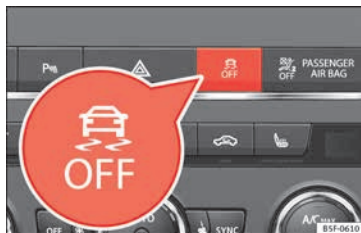

Fig. 190 Consola central: Tecla para conectar/desconectar el ESC y el ASR
- Pulsando la tecla  **» fig. 190** durante aproximadamente 1 segundo, se desconecta la función ASR.
- Pulsando la tecla  **» fig. 190** durante aproximadamente más de 3 segundos, se desconecta el programa electrónico de estabilización (ESC), incluida la función ASR.
- La función ASR y el ESC se vuelven a conectar pulsando la tecla  **» fig. 190**.